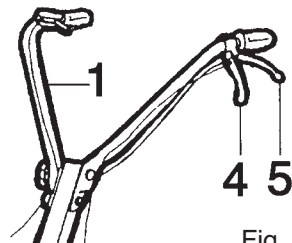

Fig. 5/C
- Tirar la palanca de mando 5: marcha atrás (Fig. 5/c).